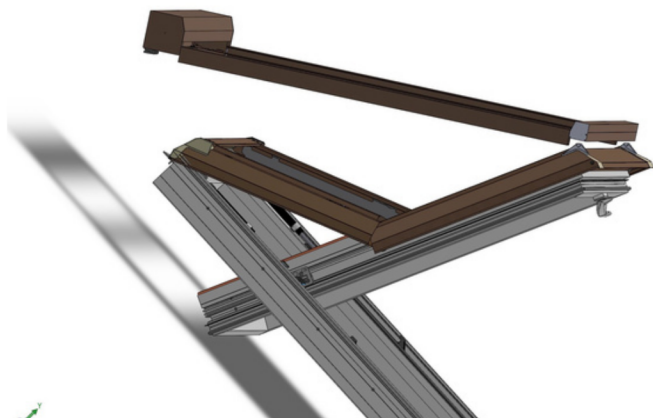

Rys.10
- 5) Przykręcić dolną część ślizgu **[g]** wkrętem samowiercącym (Rys. 9). Czynności powtórzyć dla drugiego ślizgu (Rys.10)